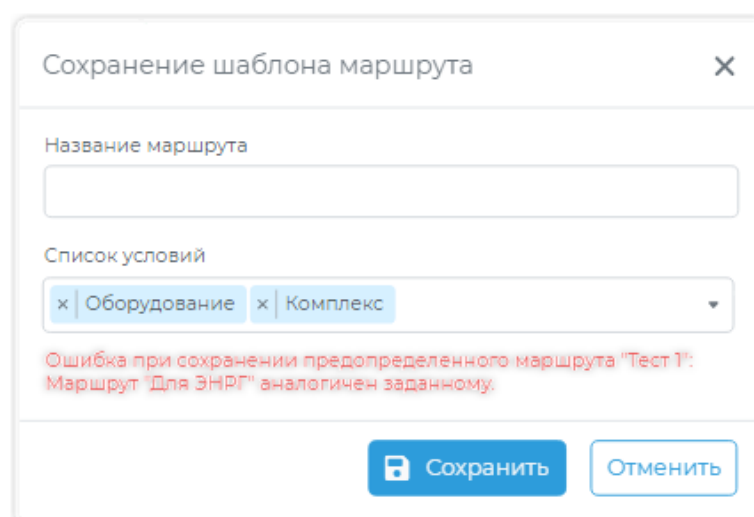

Рисунок 12.11 – Модальное окно «Сохранение шаблона маршрута»
- кнопка «Сохранить шаблон маршрута». Кнопка активна и отображается для раздела «Внутренний маршрут». По нажатию на кнопку открывается модальное окно «Сохранение шаблона маршрута» (Рисунок 12.11).